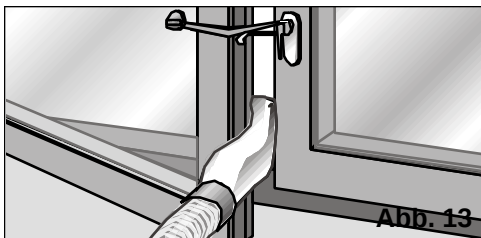

Abb. 13
- ☐ Schließen Sie das Fenster wieder so weit wie möglich und fixieren Sie es mit dem mitgelieferten Fenstersauger, siehe **Abb. 13**.